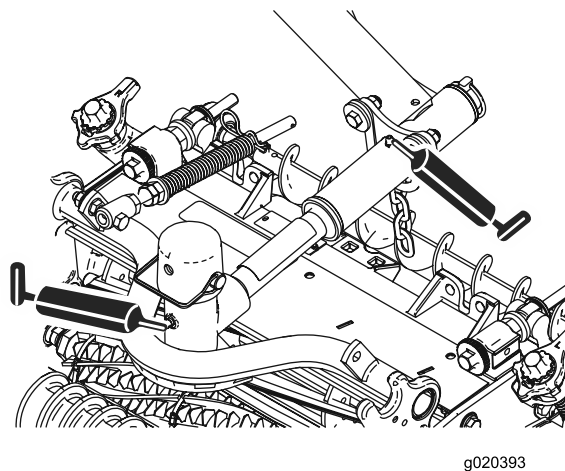

図 45
- ・ カuttingユニットのピボット (各2ヶ所) (図 45)